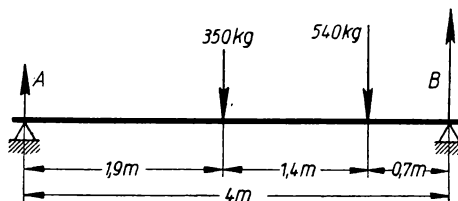

Bild 148
**282.** Ein Träger ist durch die senkrechten Kräfte 350 kg und 540 kg (Bild 148) belastet. Die Auflagerdrücke A und B sind zu berechnen.